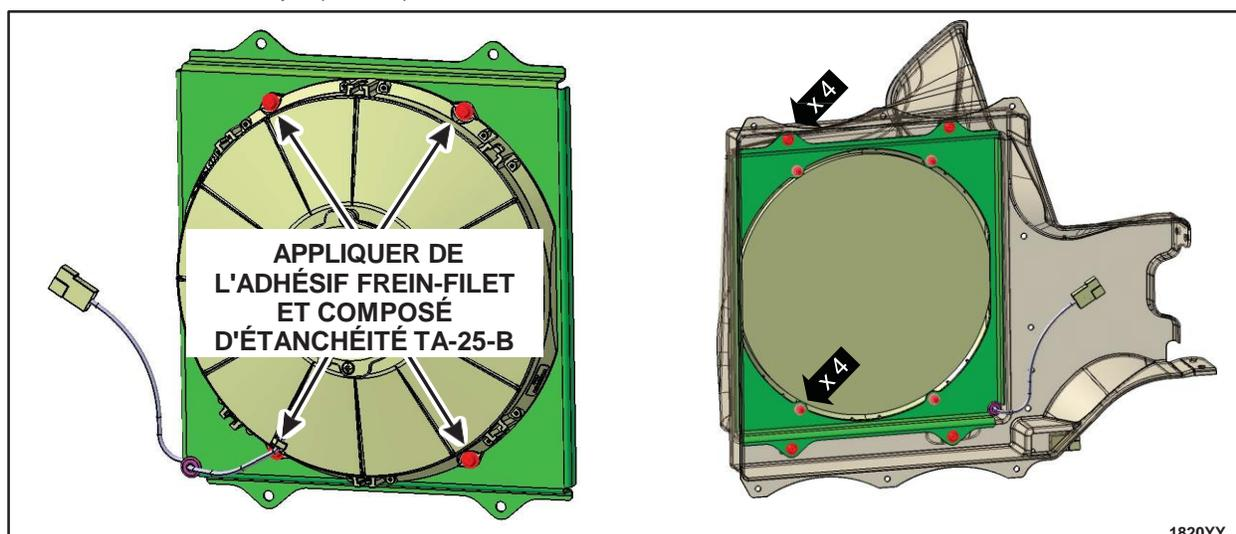

FIGURE 11
13. Fixer le ventilateur à la tuyère et à la gaine de ventilateur. (Figure 11)